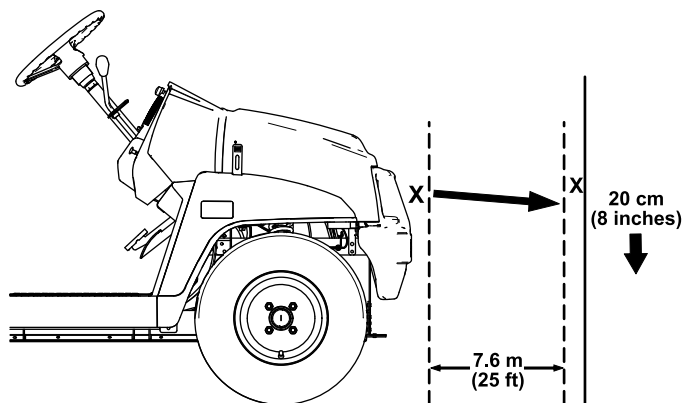

Figura 50
1. Parcheggiate la macchina su terreno pianeggiante con i fari a circa 7,6 m di distanza da una parete (Figura 50).
La parte più luminosa del fascio dei fari deve trovarsi 20 cm sotto il segno tracciato sulla parete (Figura 50).